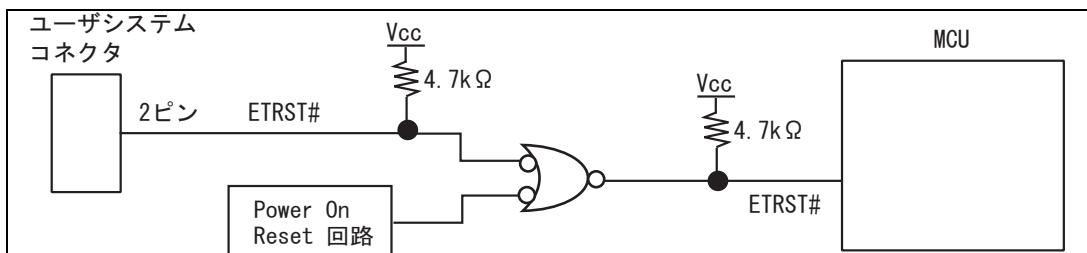

図 1.7 ETRST#端子の接続
4. H8S/2125FのETRST#端子は、図1.7に示すようにPower On Reset回路の信号が入るようにしてください。E10A-USB未接続で電源投入時にH8S/2125Fが初期化されないことがあります。